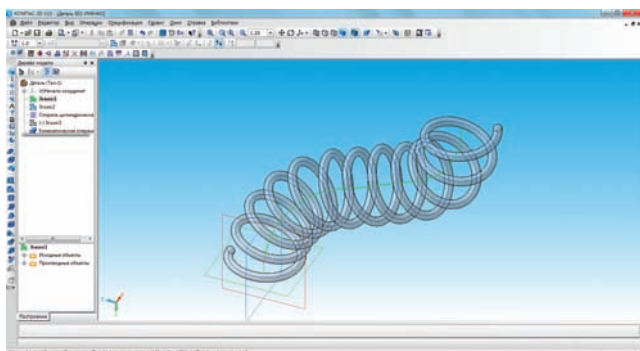

Рис. 6
- Цилиндрическая спираль: появился новый вариант определения высоты — По плоской кривой. Этот вариант позволяет создать спираль, ось которой имеет форму линии в указанном эскизе (рис. 6);